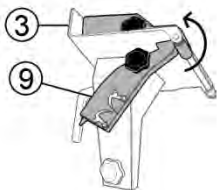

FIG 4. LIBERAR EL PISÓN
- 1.- Coloque el producto a cortar sobre el carro (3).
- 2.- Levante el pisón (9) y jálelo hacia Ud. para liberarlo. Sin forzarlo, gírelo en contra de las manecillas y posicione encima del carro (3), sobre el producto (Fig. 4).